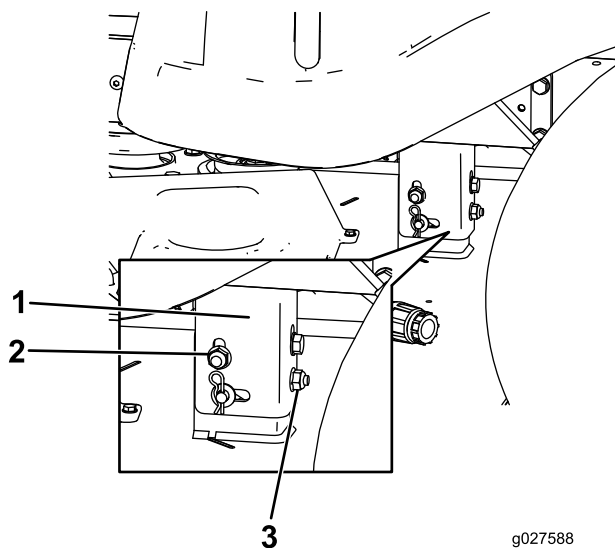

Figura 55
8. Eleve o baje el lado izquierdo de la carcasa de corte girando la tuerca de bloqueo trasera (Figura 55).
Nota: Gire la tuerca de bloqueo trasera en sentido horario para elevar la carcasa de corte; gire la tuerca de bloqueo trasera en sentido antihorario para bajar la carcasa de corte (Figura 55).